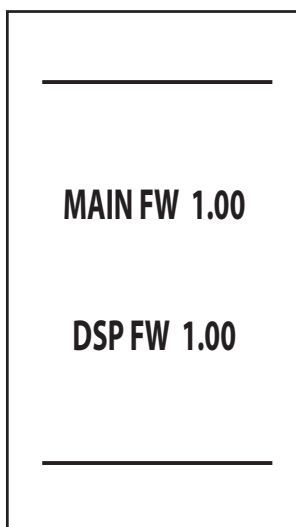

fig. 7- Mise en marche / Version logiciel
- Pendant les 5 premières secondes, l'écran affiche la version du logiciel de la carte et de l'écran (fig. 7).